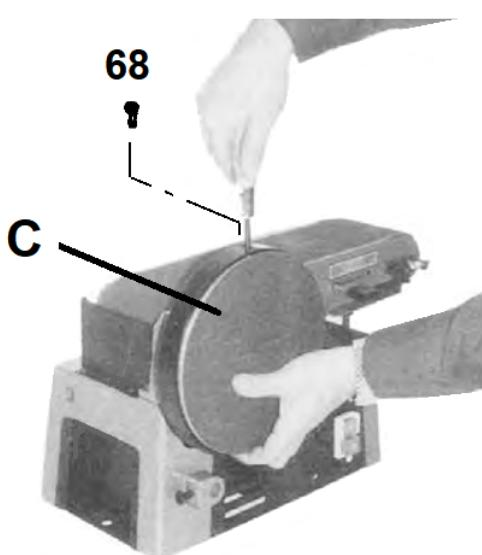

*Abbildung 6-2: Befestigung am Gehäuse*
Setzen Sie den Keilriemen-Schutz (A, Abb. 6-1) auf die Nabe der Antriebswelle (B, Abb. 6-2). Befestigen Sie den Schutz mit der Schraube (59).
Befestigen Sie den Keilriemenschutz mit der Schraube (87, Abb. 6-2) am Gehäuse.